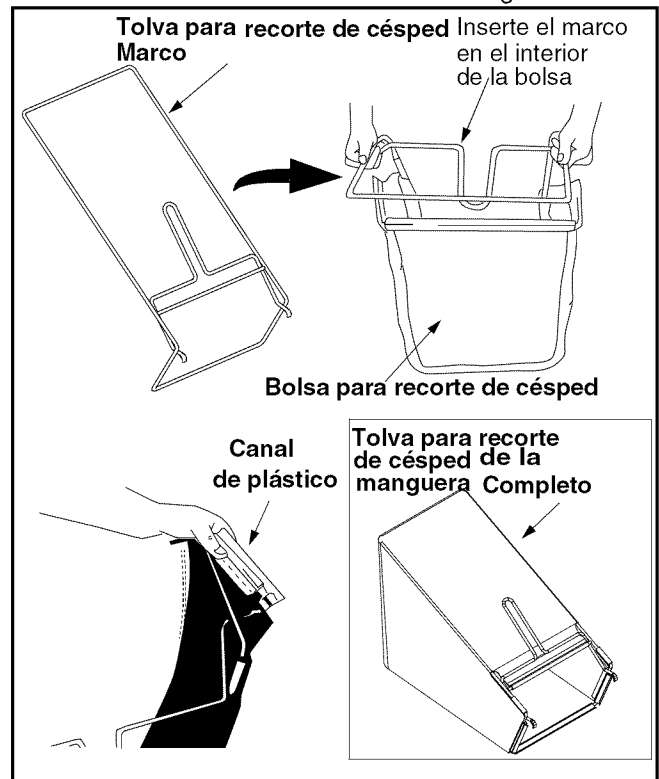

Figura 7
- Inserte el marco dentro de la bolsa para recorte de césped con el lado plástico negro en la base de la bolsa. Vea la Figura 7.
- Deslice las aberturas ubicadas en los laterales de los canales plásticos de la bolsa sobre los ganchos ubicados en el marco de la tolva para recorte. Asegure la bolsa al marco ajustando los seis canales plásticos de la bolsa sobre el marco. Todos los canales plásticos excepto el ubicado en la parte superior central de la bolsa se unen desde el exterior de la bolsa. La parte central superior de la bolsa se une desde adentro. Vea la Figura 7.